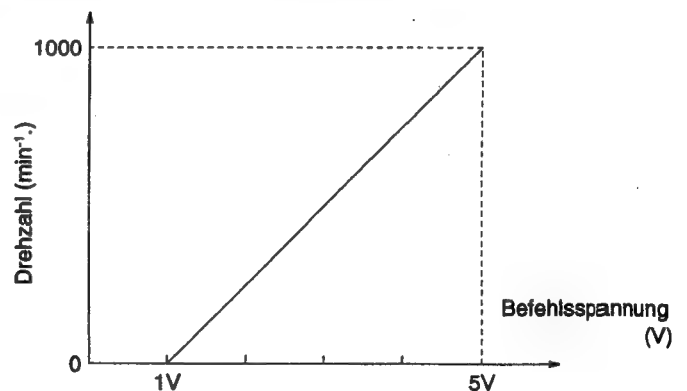

Abb. 12-2
- Abb. 12-2 zeigt den Zusammenhang zwischen der Befehlsspannung und der Drehzahl.